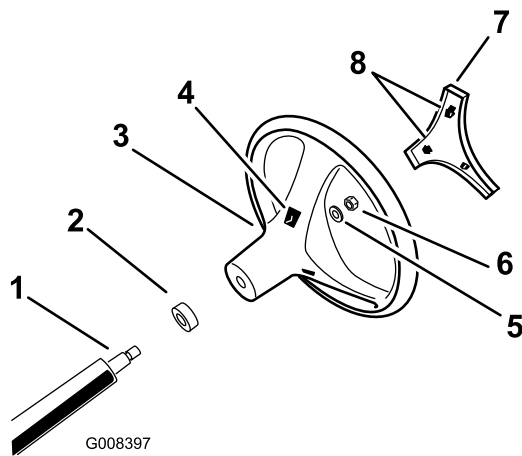

Figura 3
4. Fije el volante a la columna con la tuerca (Figura 3). Apriete la tuerca a 24–29 Nm.